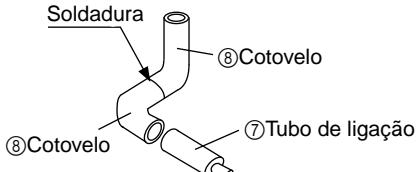

Fig. 1
- (1) Retire a tampa em cobre e a junta em borracha unidas à tubagem e flange do distribuidor (gás) (opcional).
- (2) Monte fora da unidade com o cotovelo (⑧) com o tamanho e com a soldadura especificados (veja a Fig. 1).